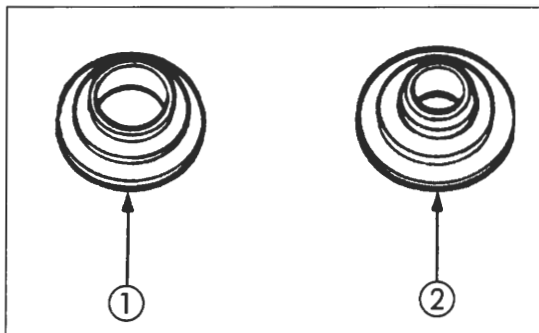

Bild 188
- Unterer Ventilderteller ① Bild 188 auflegen (nicht verwechseln mit Federhalter ②) und neue Ventilschaftdichtringe ölbenetzt von Hand aufdrücken. Ventilschäfte mit Öl benetzt in Führungen schieben.